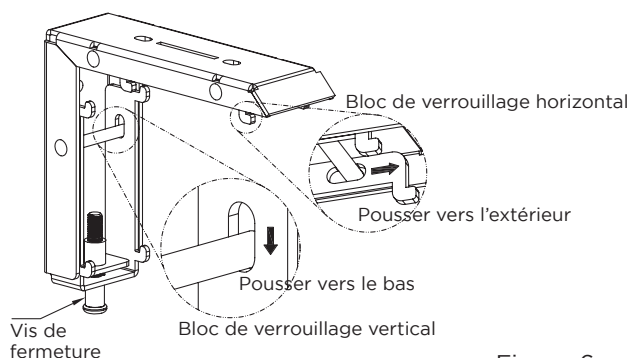

Figure 6
3. Avant l'installation, desserrez la vis de verrouillage dans le sens inverse des aiguilles d'une montre pour libérer le crochet de verrouillage vertical et faites-le glisser vers le bas en direction du bord de la fente longitudinale. Faites ensuite glisser le crochet de verrouillage horizontal vers le bord extérieur. (Fig. 6 et 7)